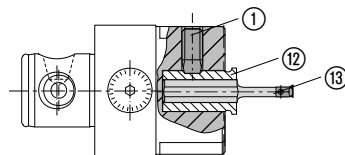

fig. 7
La fixation avec douille de réduction ⑫ s'effectue avec la goupille filetée ① sur le coulisseau pour les outils de tournage de faible dimension en acier rapide ⑬ et en carbure et ceux à plaquettes carbure ⑬. Couple de serrage 8 Nm (fig. 7).
Des pièces complémentaires, du groupe "éléments de fixation pour porte-plaquettes", sont montés sur le coulisseau pour le blocage des porte-plaquettes. Les porte-plaquettes sont montés sur le profil en "K" de la surface d'appui et serrés avec une vis à tête cylindrique (fig. 7, 8 et 9).